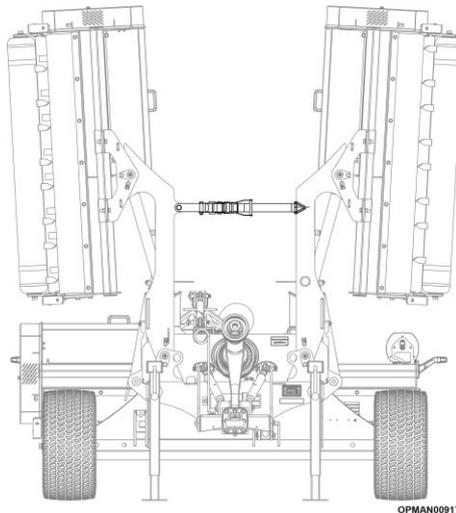

Abbildung 4.21
- 4.6.1.1 Entfernen Sie den Ratschensicherungsgurt, siehe Abbildung 4.21.
- 4.6.1.6 Bringen Sie den Ratschensicherungsgurt an den Seitenmähwerken an, siehe Abbildung 4.21.